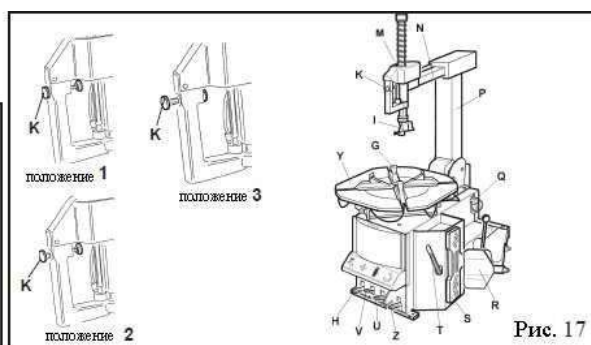

Рис. 17
- With the lever held in this position, let the turntable (Y) rotate in a clockwise direction by pressing pedal (Z) down until the tyre is completely separated from the wheel rim (Fig. 17).
- In order to remove the inner tube, if there is one, without unlocking the mounting bar, tilt the arm (P) by pushing pedal (H) down.
- Удерживая монтировку в этом положении, проворачивайте поворотный стол (Y) в направлении по часовой стрелке нажатием вниз на педаль (Z) до тех пор, пока шина не будет полностью отделена от обода (Рис. 17).
- Чтобы удалить внутреннюю камеру, если таковая имеется, без разблокировки монтажного штока, наклоните монтажную стойку (P) нажатием вниз педали (H).